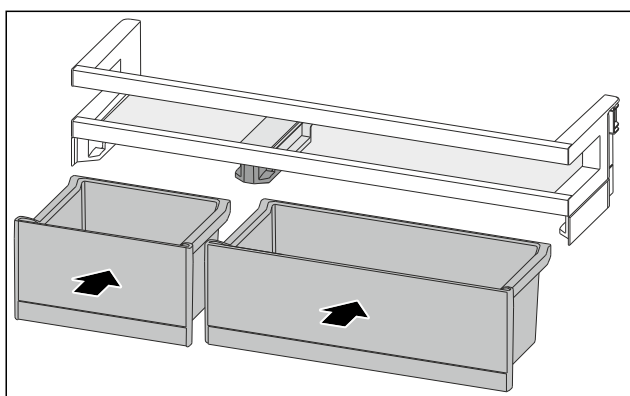

Fig. 115
- ▶ 排列互换后装入 VarioBox。(参见 Fig. 115)